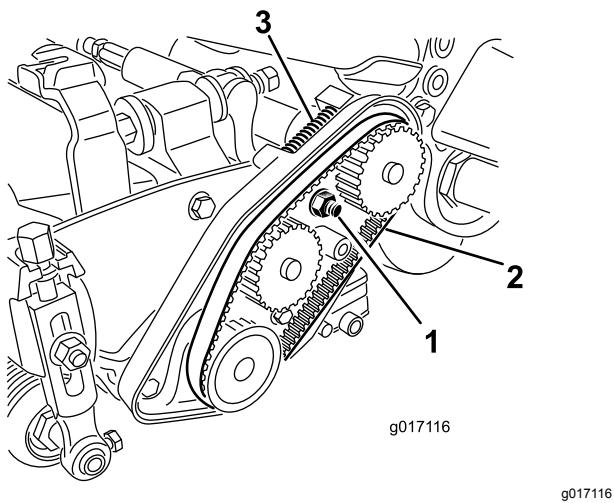

Figura 17
3. Allentate il dado dell'alloggiamento dei cuscinetti (Figura 17).
5. Rimuovete la cinghia (Figura 17).
12. Accertatevi che la molla di compressione metta in tensione la cinghia (Figura 17).